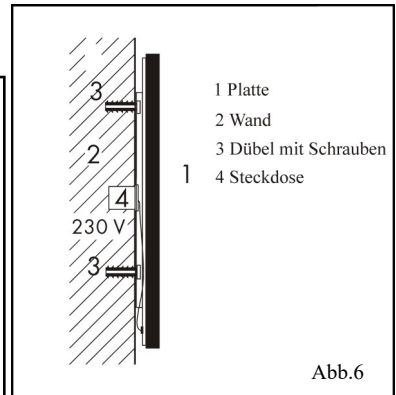

Abb.6
- Die Bohrlöcher gemäß der Tabelle kennzeichnen, Bohrlöcher bohren, Dübel einstecken und Schraube einschrauben, so dass sie nicht voll eingeschraubt ist sondern ca. 5 mm herausragt. (Abb. 6)
Das Speisekabel ist in die Dose an der Wand anzuschließen, siehe Abb. 6.